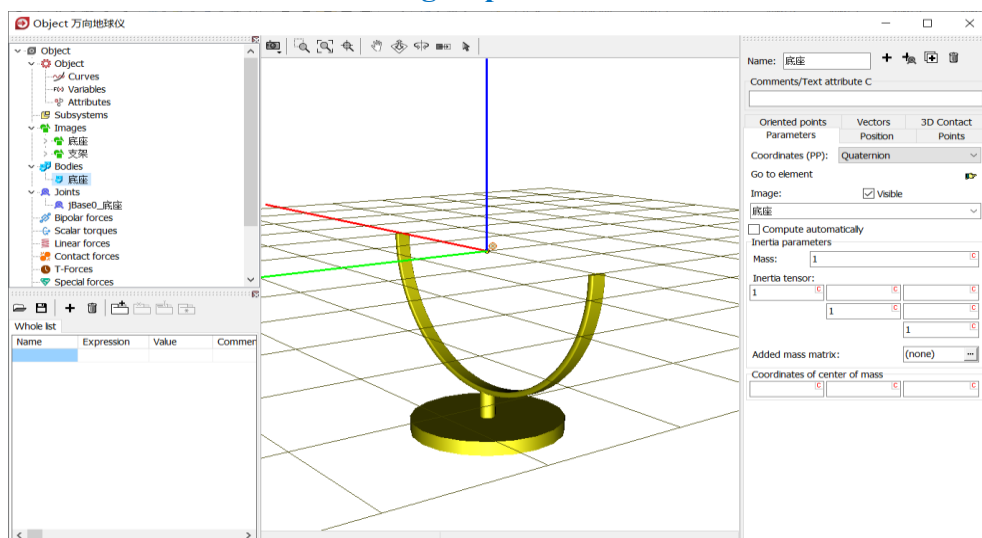

图 2-18
- 3) 选中左侧模型树中的 **Bodies**，右侧交互界面默认显示刚体**底座**的参数，如图 2-18，然后在交互界面点击按钮 **+**。这里也可以选中 **Bodies**，点右键，选择菜单 **Add element to group “Bodies”**。